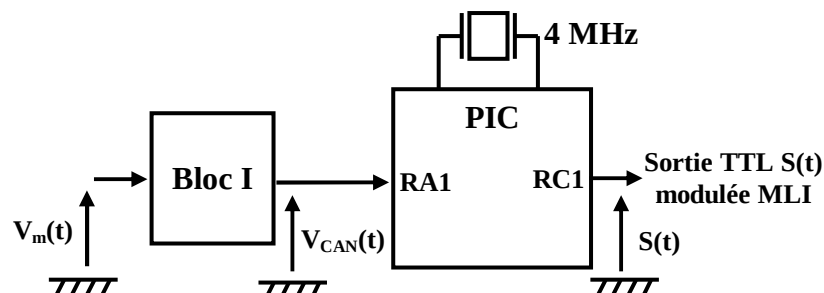
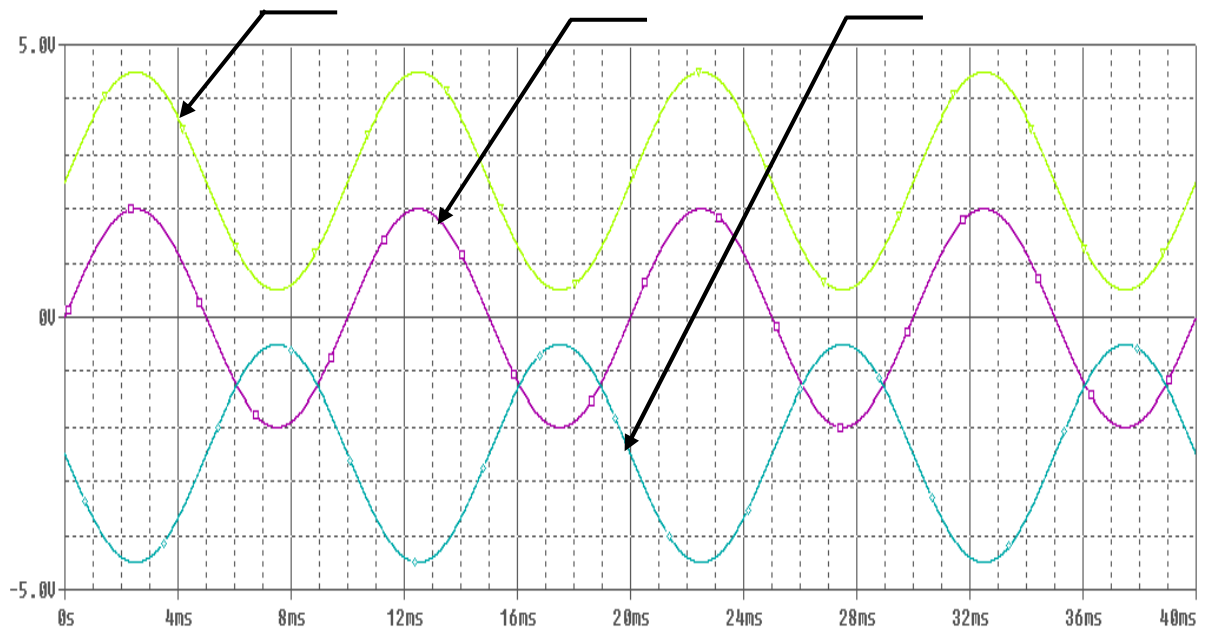

Figure 3.
Figure 5.
Un synoptique simplifié du hardware est de plus fourni sur la figure 3. ci-dessous :
## 1. Etude du Bloc I apparaissant sur la figure 3.
On a réalisé une simulation de fonctionnement du **Bloc I** et obtenu les trois courbes (pour  $V_m(t)$ ,  $V_i(t)$  et  $V_{CAN}(t)$ ) représentées sur la figure 5. suivante :
**1.5.** En utilisant les résultats des questions 1.2. à 1.4. précédentes, compléter la figure 5. en repérant les 3 signaux  $V_m(t)$ ,  $V_i(t)$  et  $V_{CAN}(t)$  et montrer que le signal  $V_{CAN}(t)$  peut être relié sur l'entrée **RA1** du **CAN** du **PIC**, comme indiqué sur la figure 3.